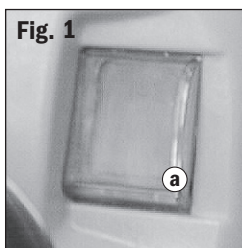
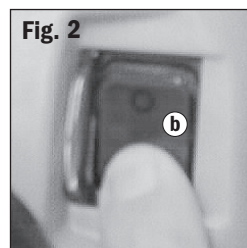

Fig. 1
Fig. 2
Le couvre-interrupteur **(a)** transparent empêche les démarrages accidentels de la défonceuse **(Fig.1)**. Il doit être escamoté pour pouvoir démarrer la défonceuse. Le couvre-interrupteur restera ouvert jusqu'à ce que la défonceuse soit mise hors circuit. **Fig. 2.**
1. Mettez l'interrupteur d'alimentation (b) sur « off » (arrêt) et laissez le couvre-interrupteur se refermer. (Fig. 1) (Le couvre-interrupteur se referme lorsque le verrouillage de la douille de serrage s'enclenche.)